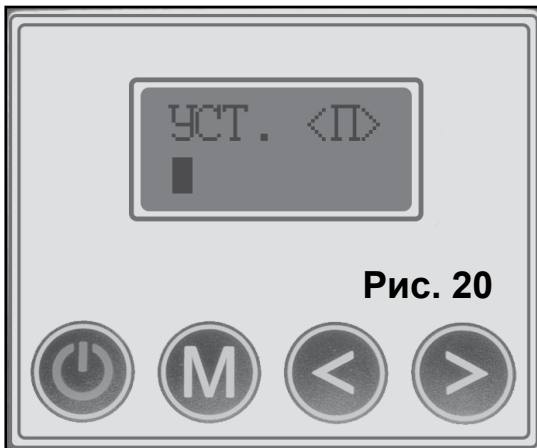

Рис. 20
1. Нажмите и отпустите кнопку . На дисплее появится надпись «УСТ. <П>» (Рис. 20).